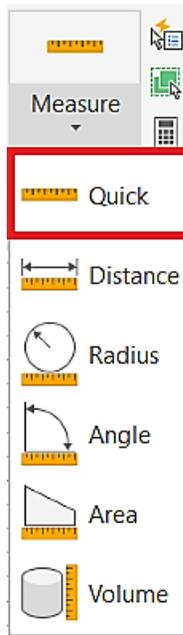

Figura 2.5. Nuevo comando QUICK MESURE
- Destaca un nuevo comando que se ha agregado quick measure lo cual ayuda medir las distancias de líneas paralelas e información de los diámetros para tener una mejor precisión en las acotaciones de cada dibujo que se muestra en la figura 2.5.